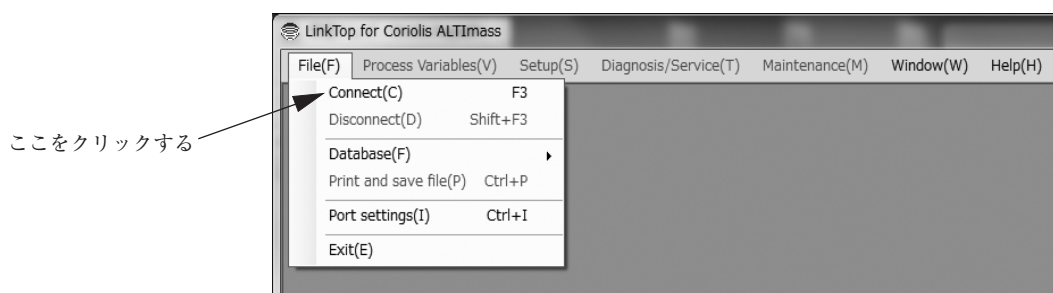

図8
- ⑤ 図8のような画面が開いたら、画面上部メニューの、「File(F)」中の「Connect(C)F3」をクリックします。